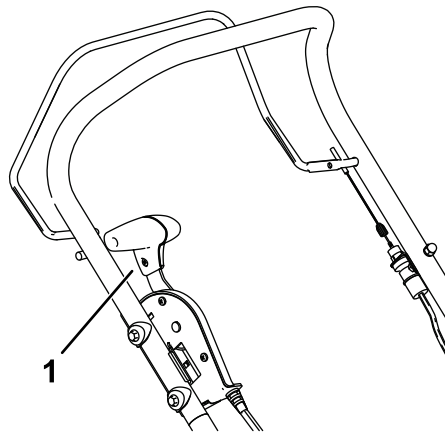

Figura 10
2. Mova a alavanca de transporte totalmente para trás na sua direção para a posição de transporte (Figura 10).
5. Mova a alavanca de transporte totalmente para trás na sua direção para a posição de transporte (Figura 10).
Para desligar o motor, liberte a barra de controlo da lâmina e mova a alavanca de transporte totalmente para trás na sua direção para a posição de transporte (Figura 10).